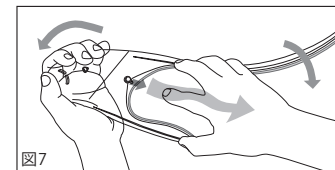

図7
- 取り外すときはまず、シールドをヘルメットから外し、取り付けたときと同様にシールドを十分に開きながら(図7)、ピンからSHOEI DRYLENSを抜き取ります。